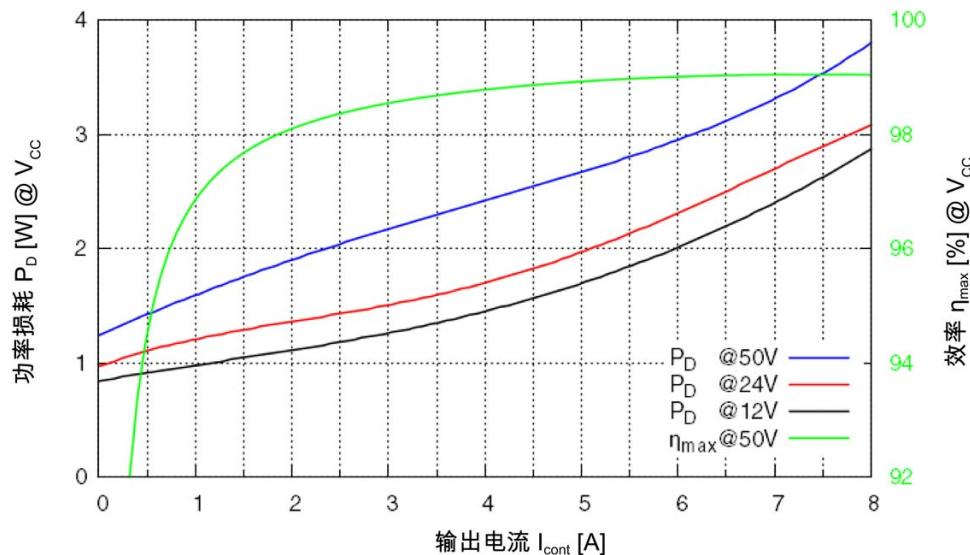

图 2-1 功率损耗和效率
扩展范围 ^{**) 1)}	Module 50/8: +45 ~ +85 °C Module 50/8 HE: +65 ~ +92 °C 降低额定功率 → 图 2-1
2) → 图 2-1